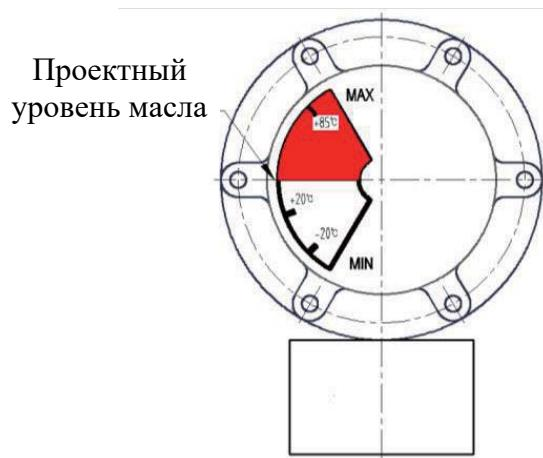

Рисунок 17 Указатель уровня масла
3. Подключить маслозаправочный насос, заполнить устройство РПН до проектного уровня по показаниям указателя уровня масла (см. рисунок 17).